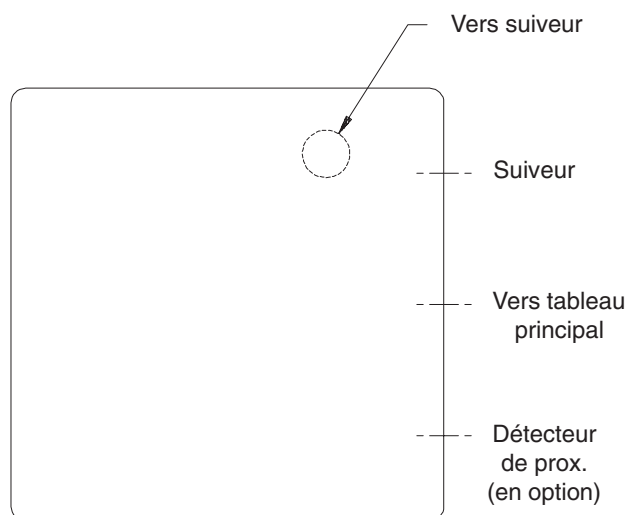

Fig. 5
8. Pour remonter le module, câbler la pompe sur la boîte de raccordement (100). Si le module est déjà câblé sur la boîte de raccordement, passer au point 9.
9. Fig. 5. Réaliser les branchements restants arrivant à et partant de la boîte de raccordement. Voir les schémas de câblage de 310528 pour plus d'informations.